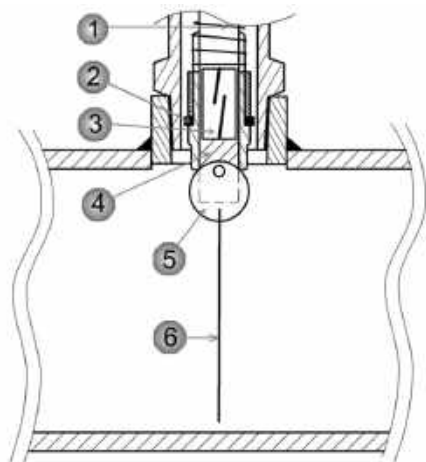

Рисунок 1.1. Герконовое реле разомкнуто
При отсутствии потока в трубопроводе, лопасть (6) перпендикулярна трубопроводу – контакты герконового реле (3) разомкнуты (рисунок 1.1).